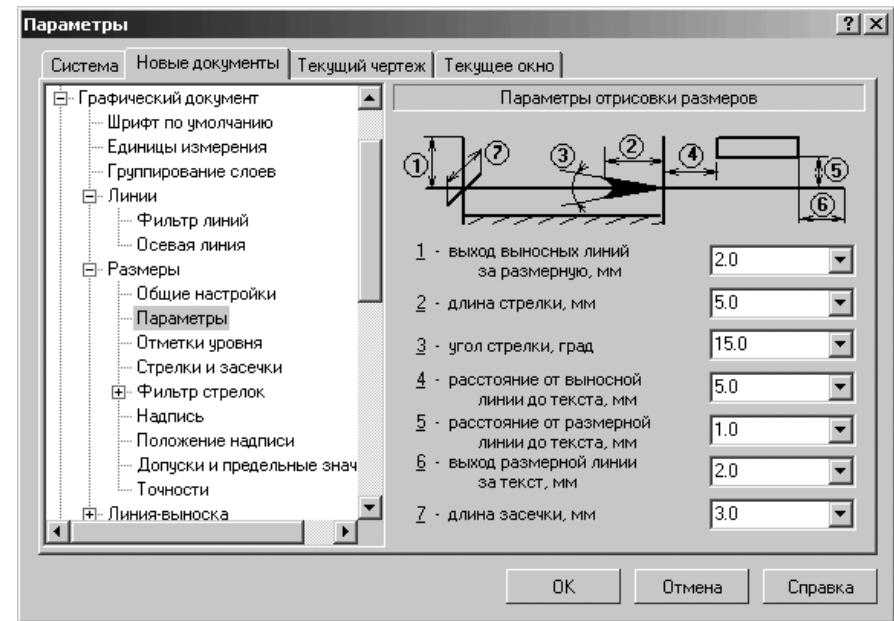

Рис. 10.24. Диалоговое окно **Параметры** с открытой вкладкой **Новые документы** и панелью **Параметры отрисовки размеров**
- щелкните в списке настраиваемых элементов **Размеры** по пункту **Параметры**. В правой части появится панель **Параметры отрисовки размеров**, показанная на рис. 10.24;